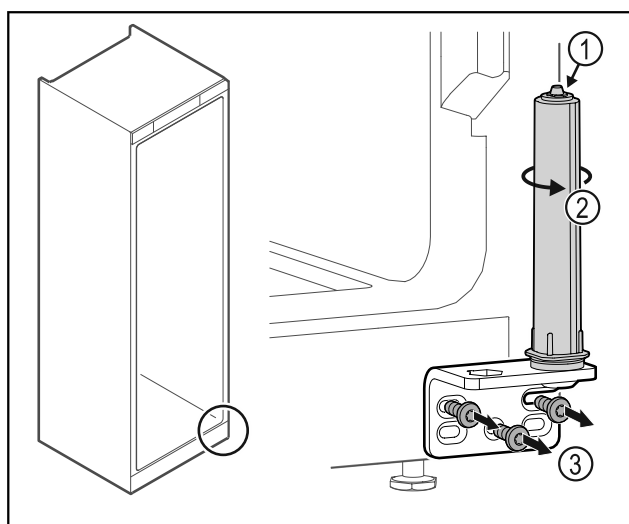

Fig. 38
- ▶ Systemu blokującego drzwi Fig. 38 (1) nie należy demonstrować.
- ▶ System blokujący Fig. 38 (2) obrócić do momentu, aż kliknie.
- ▶ Odkręcić zawias Fig. 38 (3).